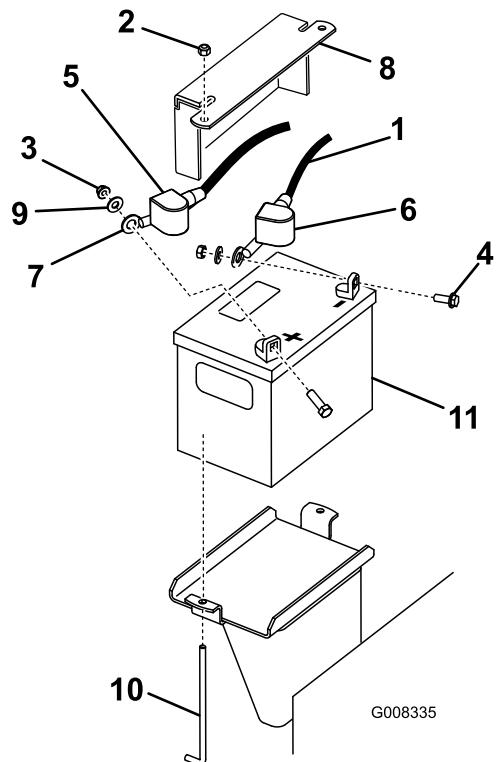

Figura 39
3. Togliete il cappuccio di gomma nero dal cavo negativo. Staccate il cavo negativo della batteria dal morsetto negativo (-) della batteria (Figura 39).
4. Fate scorrere la guaina del morsetto rosso via dal morsetto positivo della batteria (rosso), poi rimuovete il cavo positivo della batteria (rosso) (Figura 39).
5. Rimuovete la piastra di tenuta, i bulloni a J e i dadi di bloccaggio che fissano la batteria (Figura 39) e togliete la batteria.
1. Posizionate la batteria nella macchina (Figura 39).
3. Montate innanzi tutto il cavo positivo (rosso) della batteria sul morsetto positivo (+) della batteria con un dado, una rondella e un bullone (Figura 39). Infilate il cappuccio di gomma sul polo.
4. Montate quindi il cavo negativo della batteria e il filo di messa a terra sul morsetto negativo (-) della batteria con un dado, una rondella e un bullone (Figura 39). Infilate il cappuccio di gomma sul polo.